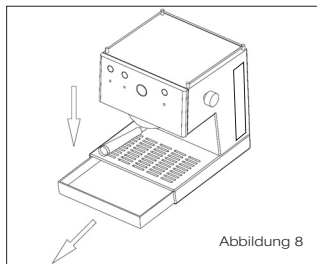

Abbildung 8
- regelmäßig zur Reinigung heraus. Siehe Füllstandsanzeige der Schale (Abbildung 8)